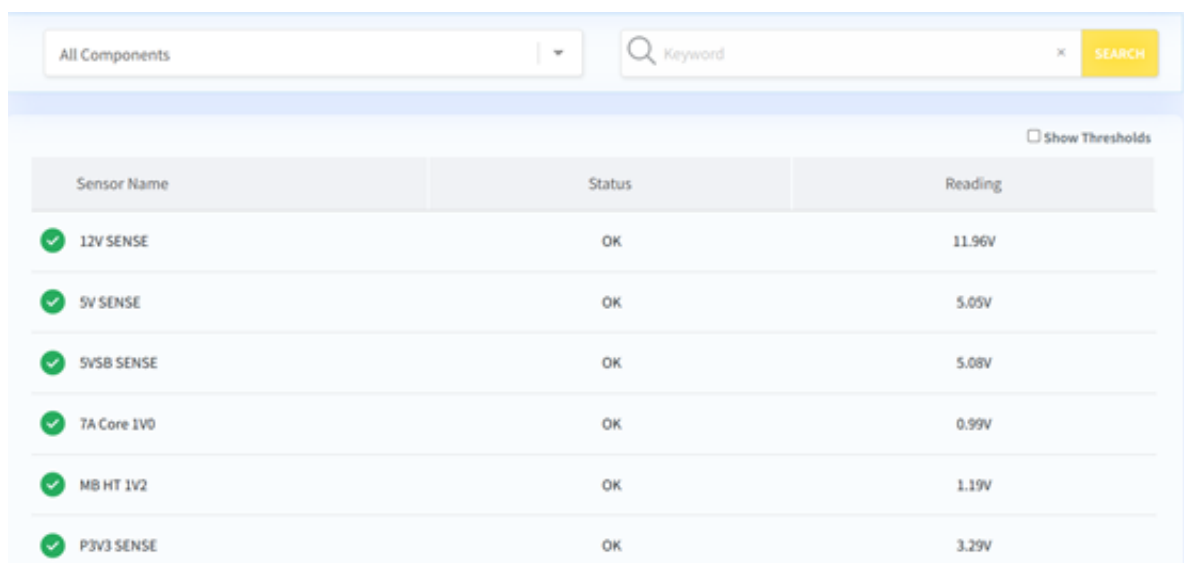

Рис. 75. Окно «Sensors»
- 6) Пройдите во вкладку «Server Information» → «Sensors» в данной вкладке отображается информация о всех датчиках в сервере. Окно показано на рис. 75 Окно «Sensors»